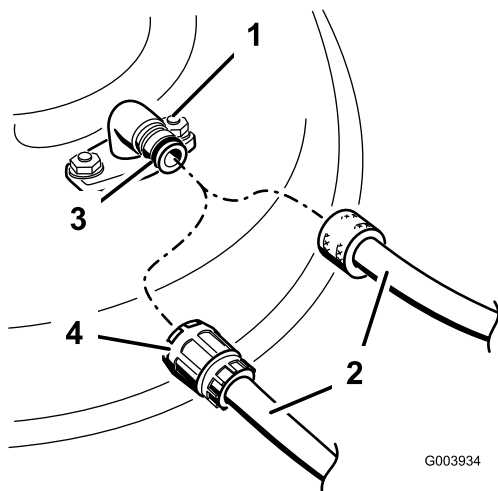

Figure 56
3. Branchez le raccord du flexible au raccord de lavage du carter de tondeuse et ouvrez l'eau en grand (Figure 56).